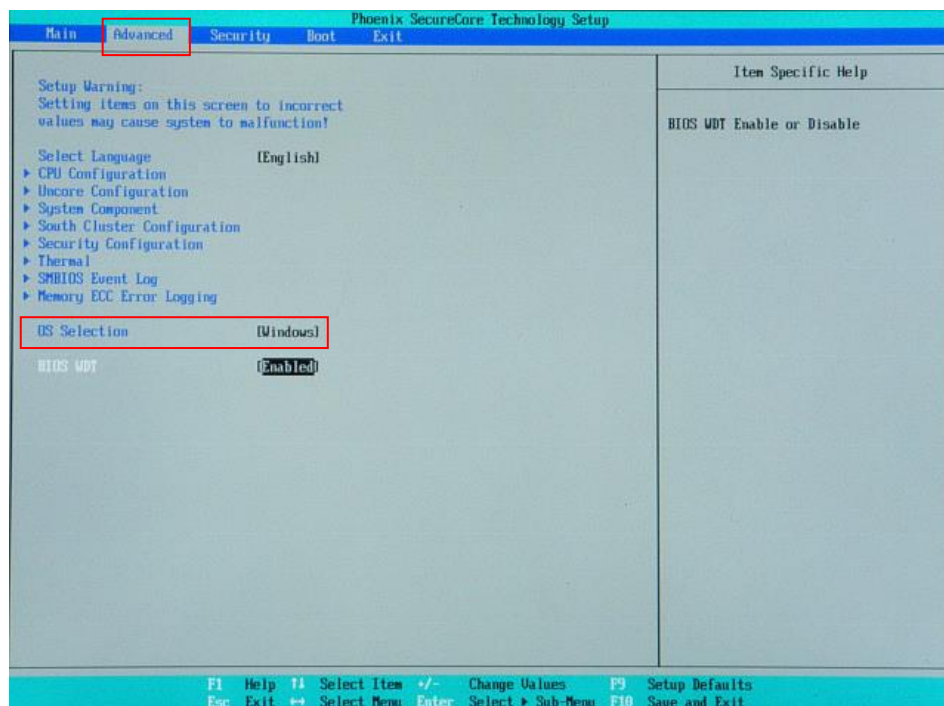

図 5-1-4-1. BIOS 設定 Advanced メニュー
- ④ [Boot]メニューを選択します。(図 5-1-4-2)
- ⑤ [ATA HDD0] (m-SATA メインストレージ) を [USB HDD] (接続した USB メモリ) よりも上に設定します。